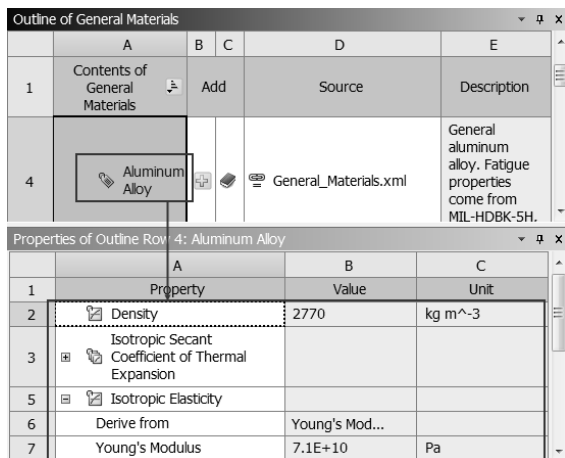

图 14-90 材料参数修改窗口
Step7：根据实际工程材料的特性，在 Properties of Outline Row 4: Aluminum Allog 表中可以修改材料的特性，如图 14-90 所示。本实例采用的是默认值。